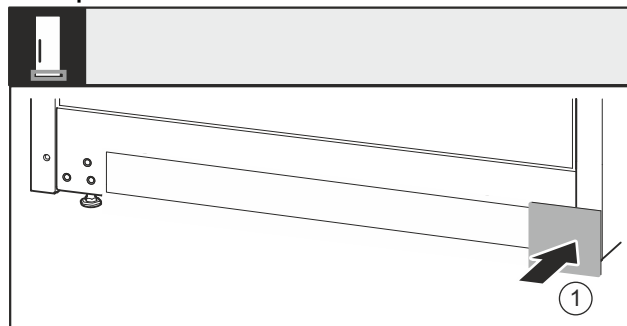

Fig. 39
- Pokrov Fig. 39 (1) ponovno namestite na drugi strani.